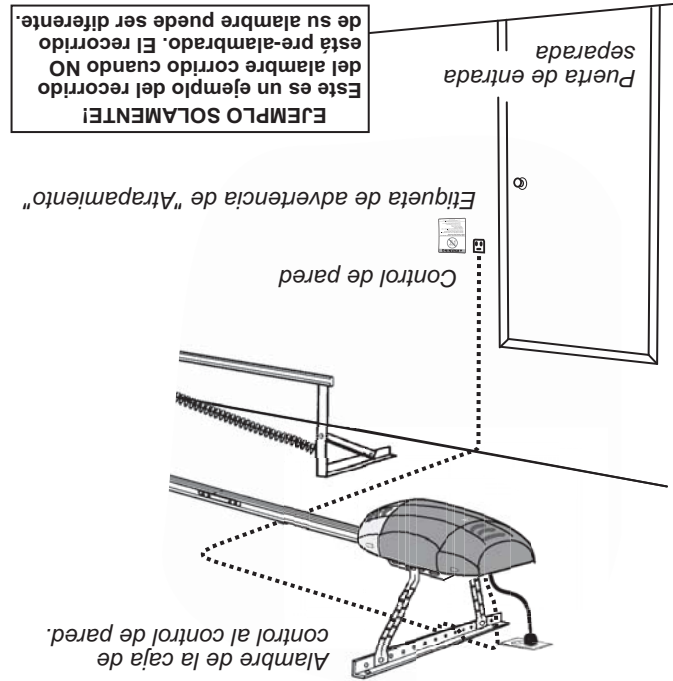

FIG. 3-1 Recorrido de alambre del control de pared
- Localice los extremos de alambres pre-alambrados del control de pared (Fig. 3-1).
- Escoja una localización conveniente para el control de pared del montaje usando las patas mencionadas anteriormente (Fig. 3-1).
- Corra el alambre del control a la caja de control (Fig. 3-1).